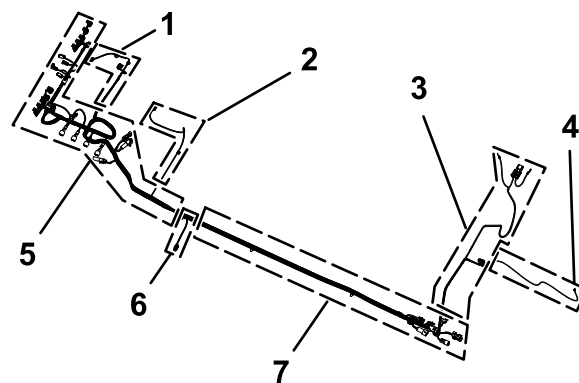

Figura 83
1. Localice la rama de 165 cm y la rama de 203 cm del arnés eléctrico nuevo (Figura 83).